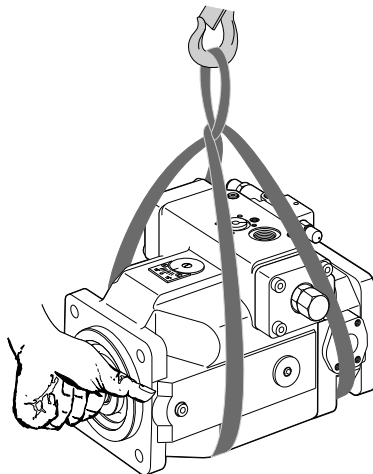

Abb. 19: Transport mit Hebeband
- Legen Sie das Hebeband so um das SY(H)DFEE-Regelsystem, dass es weder über Anbauteile (z. B. Ventile) verläuft, noch dass das SY(H)DFEE-Regelsystem an Anbauteilen aufgehängt wird (siehe Abb. 19).